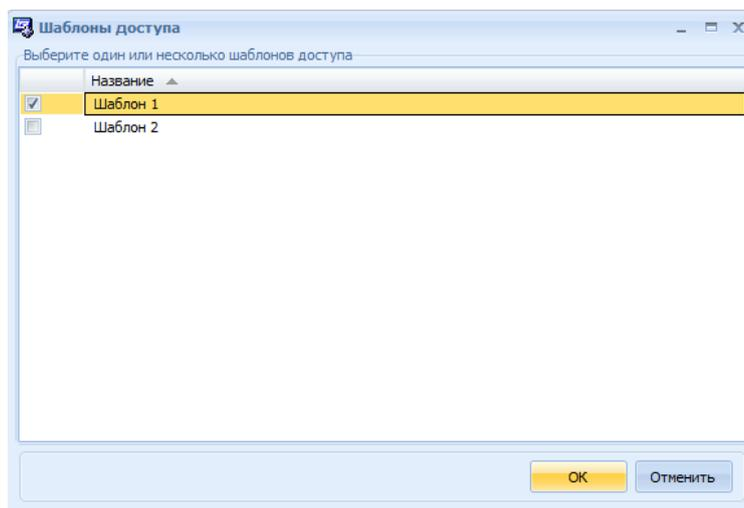

Рисунок 23.8 Окно «Выбор шаблонов доступа»
- **Шаблон доступа** – необходимо выбрать шаблон доступа для сотрудников данного объекта. Для этого нужно нажать кнопку **Изменить**, в результате откроется окно «Шаблоны доступа», в котором следует выбрать шаблон из списка имеющихся (Рисунок 23.8) и нажать **OK**. Создание шаблонов доступа описано далее. См. 23.5. В случае добавления шаблона доступа, предыдущие графы заполнять не требуется.